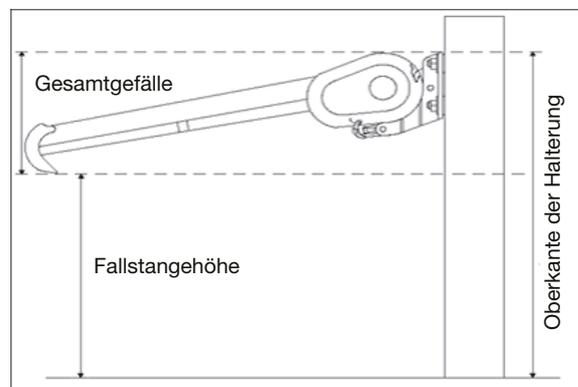

Bild 1
1. Bestimmen Sie die Höhe, in welcher die Markise an der Wand befestigt werden soll. Soll die Markise über einer Tür montiert werden, sollte sie mindestens 20 cm über der Tür angebracht werden. Beachten Sie auch das Gefälle der Markise. Der Winkel kann jedoch bei Bedarf leicht verstellt werden (Bild 1).